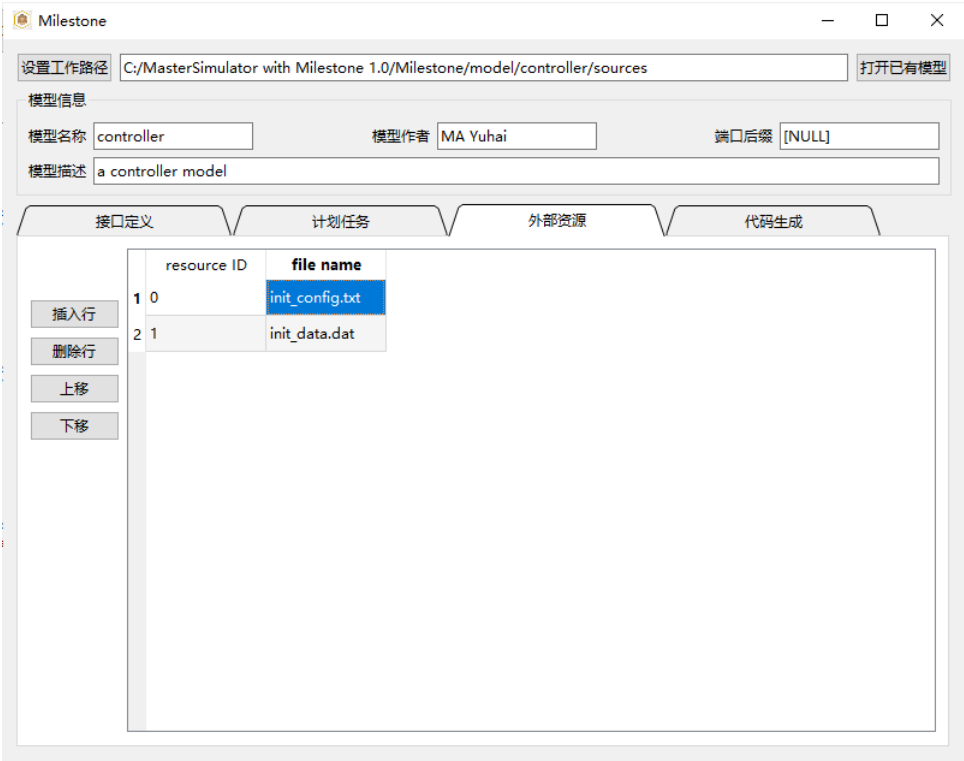

图 4.7: 定义外部资源
- 点击上方标签页，切换至“外部资源”，如 图 4.7。其中 **resource ID** 为可选的录入区域，系统会自动从零开始编号；按照表头键入资源文件的文件名（运行时文件需要预先放置到模型的 **resources** 目录）；左侧的编辑按钮可对已经录入的行进行整体编辑。